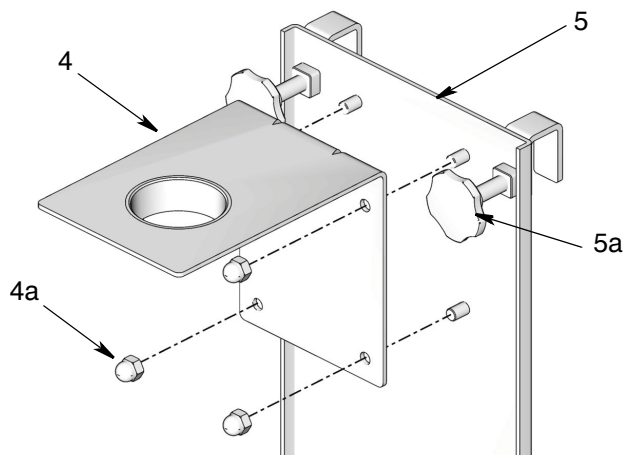

Рис. 11
1. Соберите два элемента скобы насоса 4 и 5, как показано на Рис. 11, с помощью четырех гаек (4а) (входят в комплект).